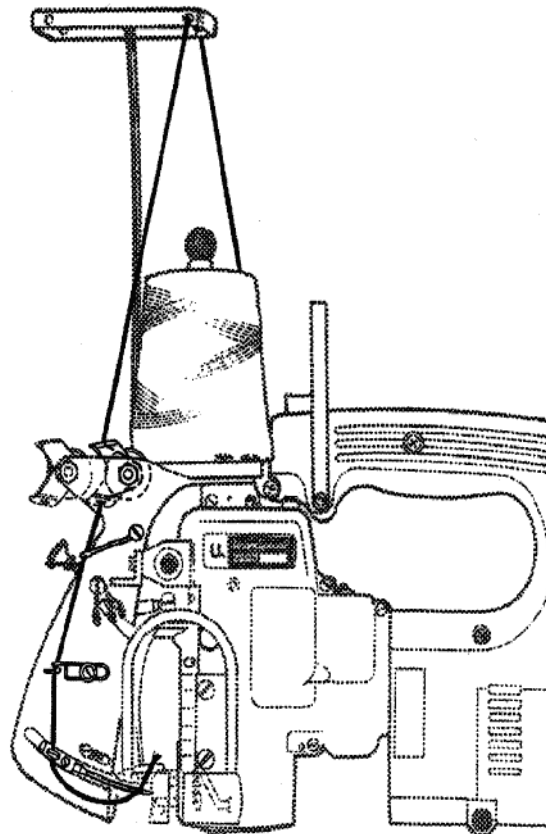

Fig.4
Prüfen Sie die Einfädung der Maschine. Beachten Sie die Einfädanleitung Fig. 4 und den Abschnitt "EINFÄDELN".
Thread the machine as shown in Fig. 4.
For threading the looper (double locked stitch machines only) open the hinged cover (A, Fig. 4) and turn motor handwheel in operating direction until the needle is in its lowest position below the throat plate. Reclose hinged cover (A) after threading.
The tension (L, Figs. 4 and 13) controls the looper thread and the tension (N) controls the needle thread. Only a slight tension should be applied on the looper thread. The tension applied on the needle thread depends upon the size of the thread and the thickness of the fabric to be sewn and has to be regulated till the machine sews and chains off perfectly.
The presser foot pressure is regulated with the knurled regulating screw (B, Fig. 4).
Fädeln Sie die Maschine wie in Fig. 4 gezeigt ein.
Zum Einfädeln des Greifers (nur bei Doppelkettenstichmaschinen) öffnen Sie die Verschußklappe (A, Fig. 4) und drehen am Motor-Handrad in Drehrichtung bis die Nadel in der tiefsten Stellung unter der Stichplatte ist.
Die Spannung (L, Fig. 4 und 13) reguliert den Greiferfaden und die Spannung (N) den Nadelfaden.
Der Drückerfußdruck wird mit der gerändelten Stellschraube (B, Fig. 4) reguliert.
Loosen the screw (D, Fig. 4) for the needle and draw out the needle. Insert the shank of the new needle as far as it will go into the needle seat and with the flat on the shank facing to the front.
Lösen Sie die Schraube (D, Fig. 4) für die Nadel und ziehen Sie die Nadel heraus. Stecken Sie den Kolben der neuen Nadel bis zum Anschlag in den Nadelsitz und so, daß die Fläche am Kolben nach vorne zeigt.